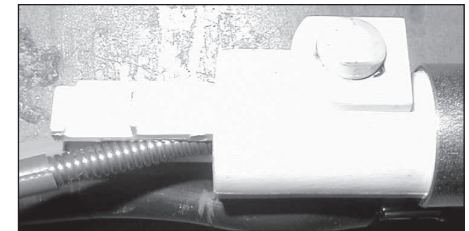

Figura 4a
5. Quite el forro del alambre existente de la válvula. Destrahe tirando hacia arriba y luego hacia fuera de la válvula (vea la figura 4a). WG3020: Tire
7. Empuje en ángulo el forro nuevo dentro de la válvula hasta que se apoye totalmente y luego empuje hacia los lados para trabarlo en su posición (vea la figura 4a). WG3020: Empuje el forro nuevo en el casquillo. Se traba automáticamente.